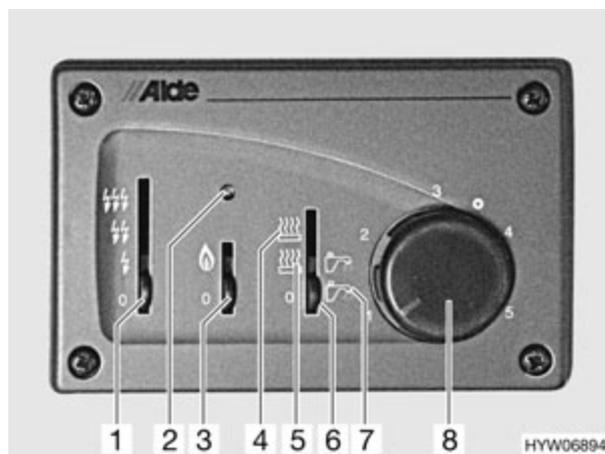

Fig. 126 Unité de commande pour le chauffage à eau chaude
- Eau chaude (Fig. 126,7)
- Chauffage et eau chaude (Fig. 126,5)
- Chauffage (Fig. 126,4)
- Régler le mode de fonctionnement à l'aide de l'interrupteur à curseur (Fig. 126,6) :
- Régime au gaz (Fig. 126,3)
- Régime électrique à 230 V (Fig. 126,1)
- Régler l'interrupteur à curseur (Fig. 126,3) sur régime au gaz.
- Régler le bouton tournant de température (Fig. 126,8) sur la température de chauffage désirée.
- Régler l'interrupteur à curseur (Fig. 126,6) sur "Chauffage" (Fig. 126,4) ou sur "Chauffage et eau chaude" (Fig. 126,5).
En cas de dysfonctionnement, le voyant de contrôle rouge (Fig. 126,2) s'allume.
- Régler l'interrupteur à curseur (Fig. 126,3 et 6) sur "0".
- Régler l'interrupteur à curseur (Fig. 126,1) sur la puissance désirée.
- Régler l'interrupteur à curseur (Fig. 126,1 et 6) sur "0".
- Régler l'interrupteur à curseur (Fig. 126,1, 3 et 6) sur "0".